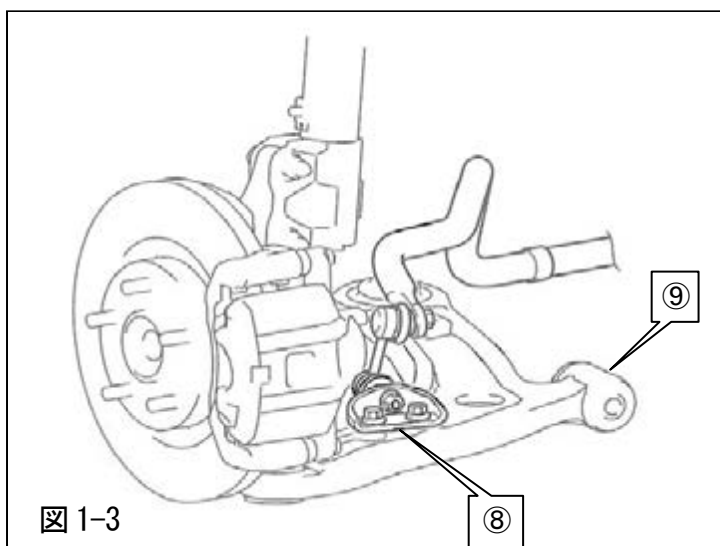

図 1-3
(4) 図の⑨から⑧を取外してください。(図1-3)
- ⑧ スタビライザーバーブラケット
- ⑨ ロワーアーム